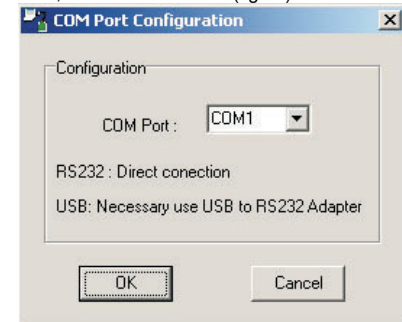

Fig. 39
- Para configurar a porta de comunicação no menu principal entre em **Configure** em seguida **Set Port**, abrirá a tela abaixo (fig.39):
- Na tela de configuração da porta de comunicação o usuário irá definir a porta que irá usar, em seguida aperte o botão **OK** (fig.39), observe que o led verde (com.) irá ficar piscando.